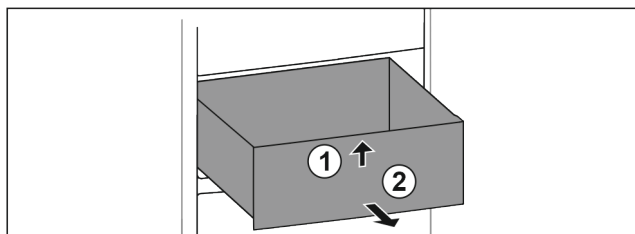

Fig. 70
- Schubfach vorne anheben. Fig. 70 (1)
- Schubfach nach vorne entnehmen. Fig. 70 (2)